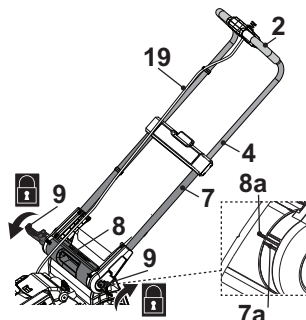

Fig. 2
3. Fixez l'assemblage du guidon en repliant le levier de verrouillage (9) vers la poignée de transport (8). Si le levier de verrouillage (9) ne se replie pas, dévissez-le et essayez de le replier à nouveau. S'il n'est pas assez serré, revissez le levier de verrouillage (9) en le tournant dans le sens horaire (Fig. 2).